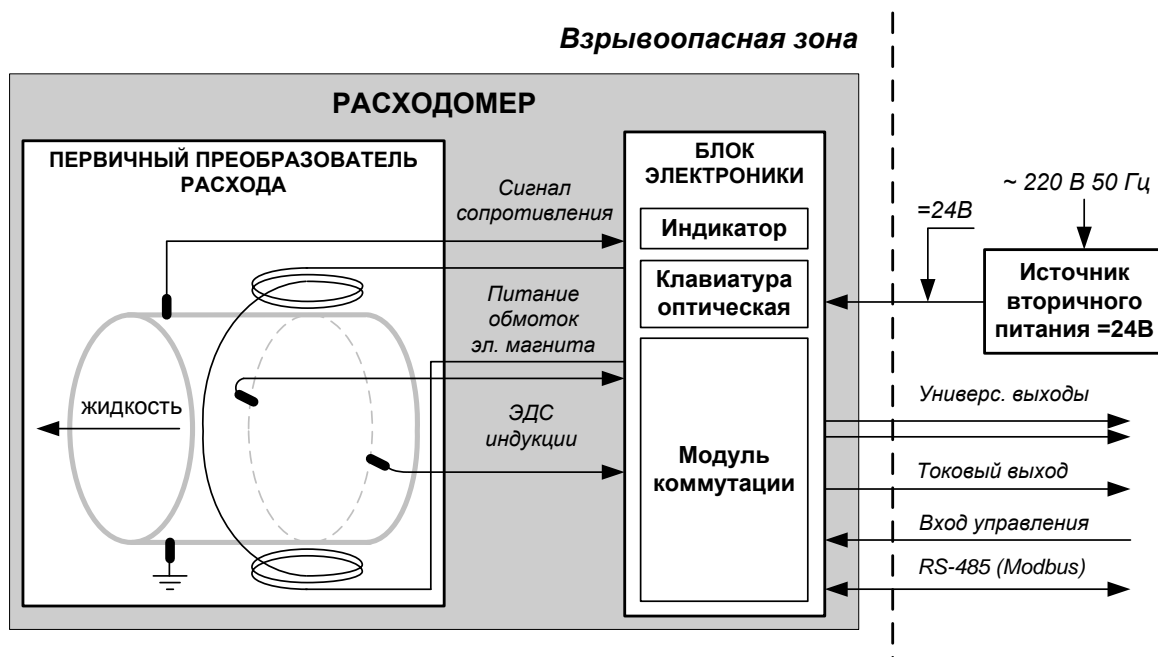

Рис.1. Структура расходомера.
1.4.1.1. Принцип работы электромагнитного расходомера основан на измерении электродвижущей силы индукции (ЭДС), возникающей в объеме электропроводящей жидкости, движущейся в магнитном поле, создаваемом электромагнитной системой первичного преобразователя расхода (рис.1).